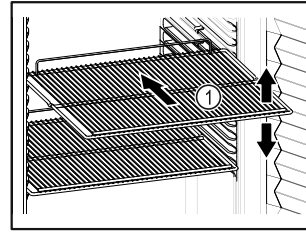

Fig. 61 Példaként szolgáló ábrázolás
- ❑ Ha a tároló rácsok Fig. 61 (1) áthelyezhetők, akkor igazítsa be őket a kívánt magasságnak megfelelően.